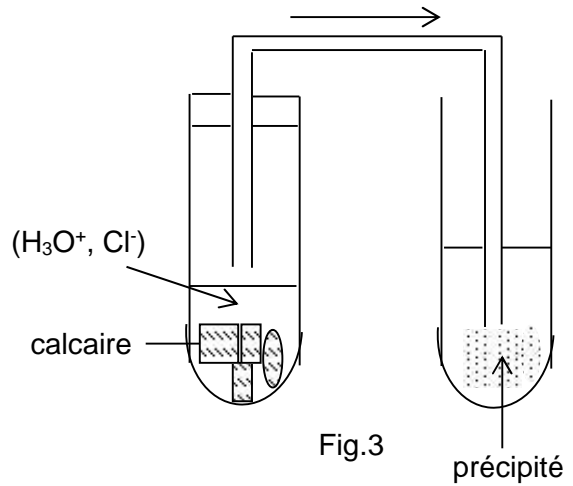

Fig.3
- placer un morceau de coquille dans un tube à essais (fig. 3)